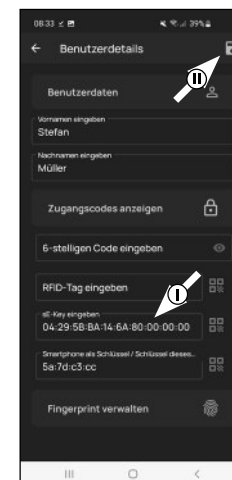

Abb. 7
- ⑦ Sie kehren wieder in das Fenster mit den Benutzerdetails zurück. In dem Feld „sE-Key eingeben“ sehen Sie, dass der Transponder eingespeichert wurde (I) (Abb. 7). Tippen Sie oben rechts auf das „Speichern“-Symbol (II) (Abb. 7).
- ⑧ Sie können das Menü (I - Benutzer) nun verlassen.